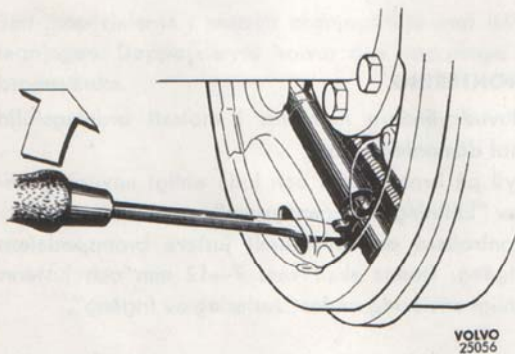

Bild 22. Justering av hjulbroms.
2. Demontera gummitätningen. Vrid hjulet runt i dess **normala rotationsriktning** (ej fram och tillbaka) under det bromsbackarna lägges an mot bromstrumman med hjälp av justerskruven. För att vrida denna användes en skruvmejsel eller ett verktyg enligt bild 22. När hjulet nätt och jämt kan vridas runt med en hand avbrytes anläggningen. Vrid därefter tillbaka justerskruven 12 kuggar. Montera gummitätningen.